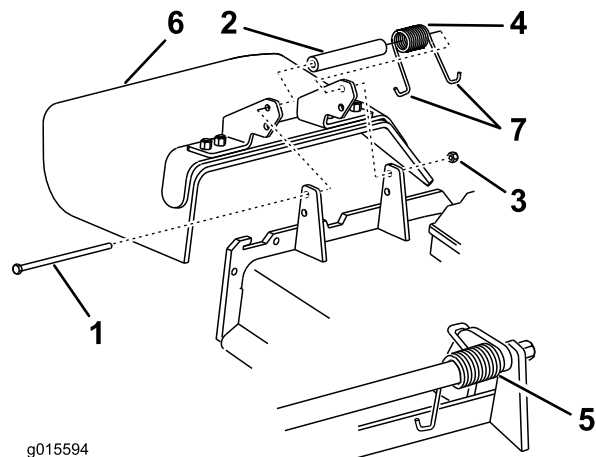

Figure 126
Remarque: Prenez soin de placer une extrémité en J du ressort derrière le bord du tablier avant de mettre le boulon en place, comme montré à la Figure 126.
6. Placez une extrémité en J du ressort autour du déflecteur d'herbe (Figure 126).
1. Retirez le contre-écrou, le boulon, le ressort et l'entretoise qui fixent le déflecteur aux supports de pivot (Figure 126).
2. Enlevez le déflecteur s'il est endommagé ou usé (Figure 126).